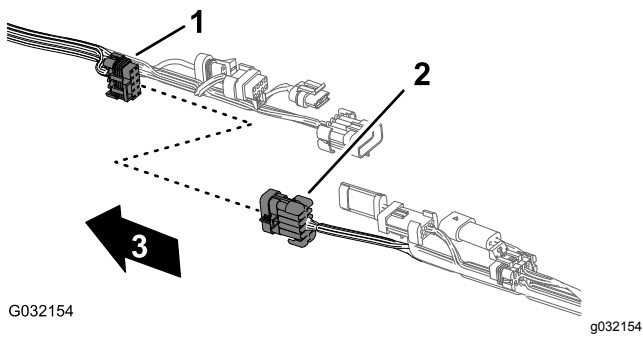
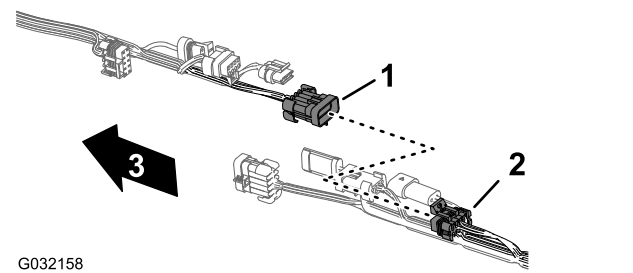

Рисунок 47
Рисунок 51
2. Разомкните 5 пар разъемов между передним и задним жгутами проводов, как показано на рис. Рисунок 47–Рисунок 51.